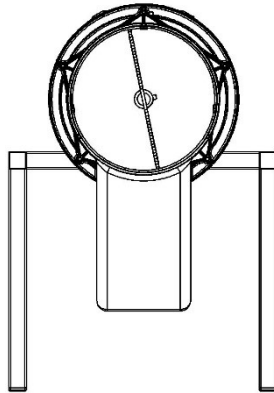

Fig. 2
- 2) Platzieren Sie die Brechkammer so auf der Motormontageplatte, dass die Auswurföffnung senkrecht zum Boden steht und die Bolzenlöcher der Brechkammer und der Motormontageplatte ausgerichtet sind. Bild 2.